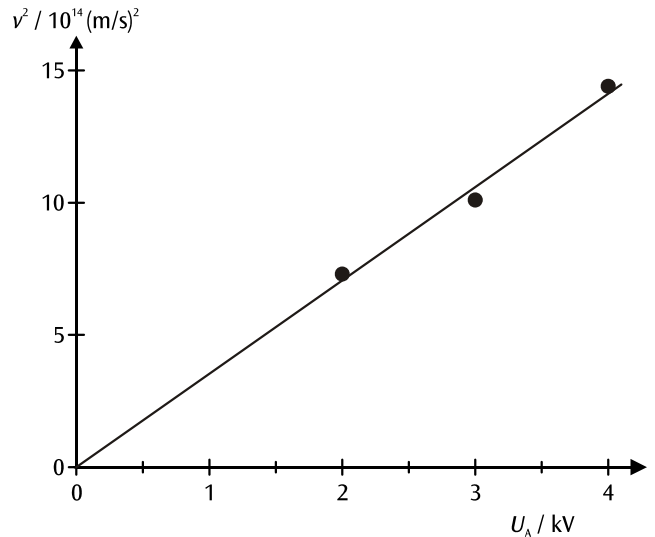

Fig. 7: representação gráfica da relação entre v^2 e U_A
A fig. 7 mostra a relação entre o quadrado da velocidade e a tensão anódica. A partir da inclinação das retas originais inscritas pode-se, conforme a equação (8), calcular também a carga específica do elétron.